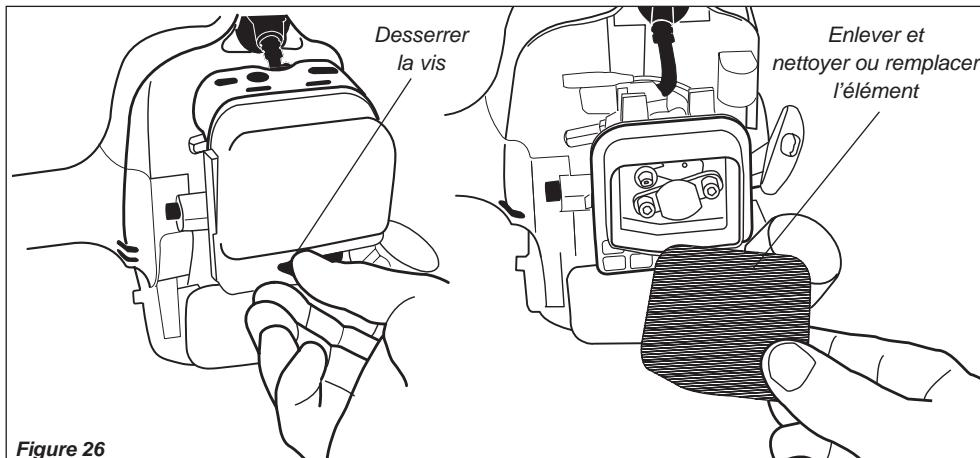

Figure 26
- Nettoyer le filtre à air. Voir figure 26. Nettoyer ou remplacer selon le cas. Pour nettoyer le filtre à air : le laver abondamment avec de l'eau savonneuse. Laisser sécher avant de réinstaller.